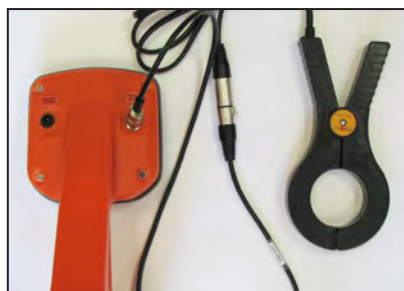

Рис.9.1
Подключить индукционные «клещи» КИ-110(105) при помощи кабеля - адаптера для «клещей» к приемнику (рис. 9.1) или НР-117 (рис. 9.2).